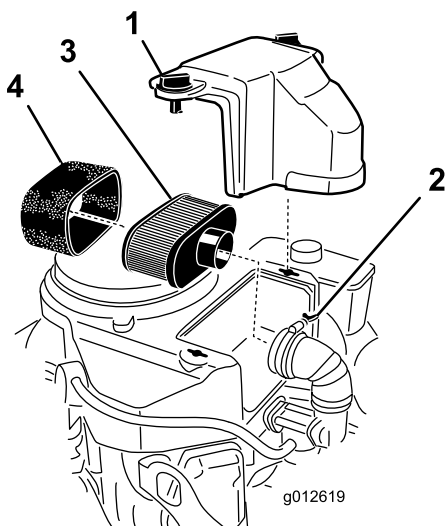

Рисунок 14
3. Очистите зону вокруг воздухоочистителя, чтобы в двигатель не попали загрязнения, которые могут его повредить (Рисунок 14).
4. Отверните ручки крышки и снимите крышку воздухоочистителя (Рисунок 14).
- Отверните шланговый хомут и снимите узел воздухоочистителя (Рисунок 14).
- Осторожно снимите элемент из пеноматериала с бумажного элемента (Рисунок 14).
Внимание: Не следует чистить бумажный фильтр; замените его (Рисунок 14).
- Осторожно наденьте элемент из пеноматериала на бумажный элемент воздухоочистителя (Рисунок 14).
- Установите воздухоочиститель в сборе на его основание и закрепите с помощью 2 барашковых гаек (Рисунок 14).
- Установите на место крышку воздухоочистителя и затяните ручку крышки (Рисунок 14).